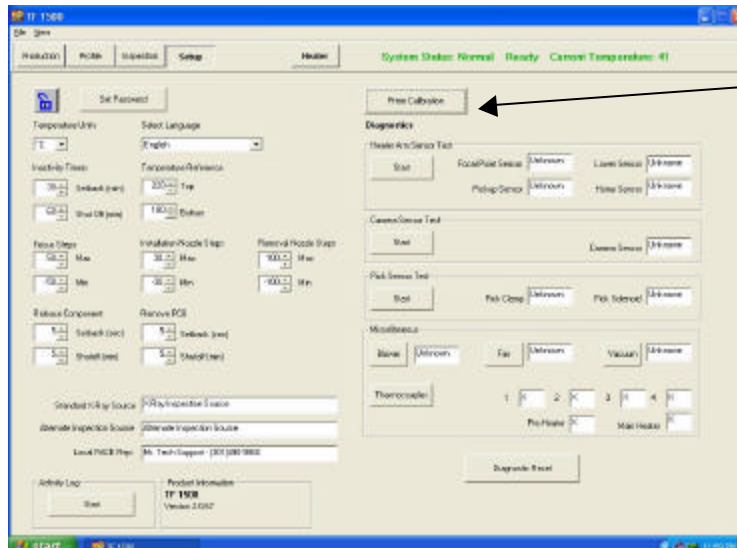

Figure 8
i. Sélectionnez l'écran d'installation. (Figure 8)